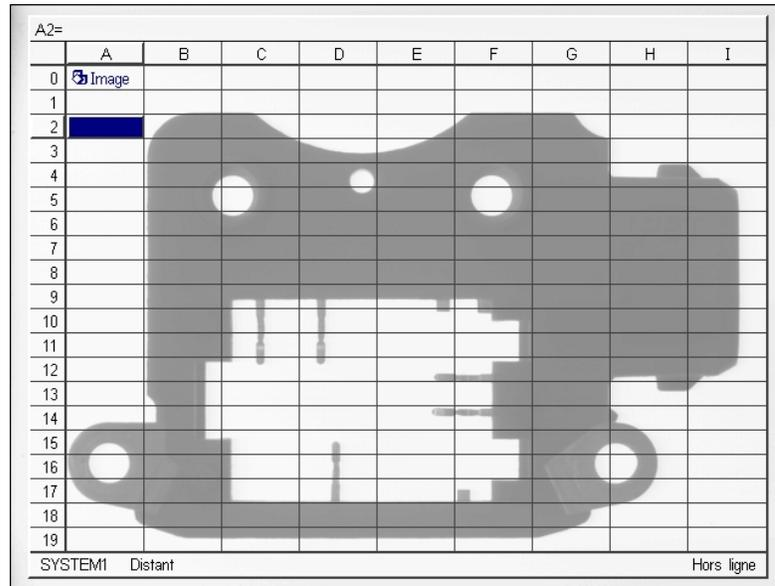

Figure 1-3. Image mise au point sous la feuille de travail transparente du tableur
- Appuyez sur une touche ou un bouton quelconque pour revenir au tableur (voir Figure 1-3. Image mise au point sous la feuille de travail transparente du tableur).